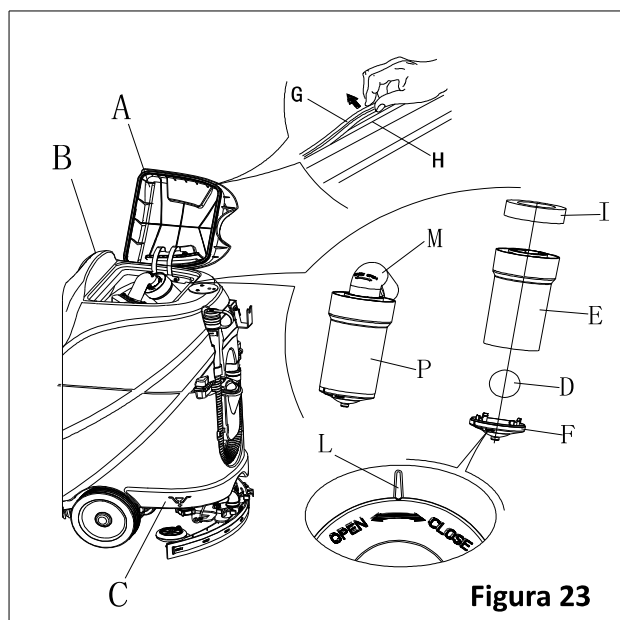

Figura 23
2. Asegúrese que la máquina está apagada y la llave de ignición (40) ha sido retirada.
3. Gire la tapa del tanque de recuperación (A, Figura 23) a la posición de 90 grados, donde se puede despegar del tanque, y luego desmonte el filtro de flotador de bola (P) del tanque.
4. Limpie la tapa del tanque de recuperación (A), tanque de recuperación (B), el tanque de agua limpia (C) y el marco de soporte de filtro del flotador (E). Vacíe el tanque de recuperación usando la manguera de vaciado (15).
5. Si es necesario, siga los símbolos "ABIERTO" y "CERRADO", como se muestra en la Figura 23 para abrir la tapa inferior (F) del filtro del flotador de bola y luego limpiar la bola del flotador (D), el marco de soporte del filtro (E) y la esponja de filtro (I). Después de la limpieza, fijar la bola del flotador (D) en el marco de soporte del filtro (E) y luego alinee la ranura de marca (L) de la tapa inferior (F) del filtro del flotador con la ranura de marca (L) del marco de soporte del filtro del flotador (E). Enrosque la tapa inferior del filtro flotador de bola apretándola bien, y fijar la esponja del filtro (I) en el marco de soporte del filtro del flotador (E). Por último, conecte la manguera de aspiración de agua sucia (M).
**i** La tira de sellado del tanque (G) sirve para producir el vacío dentro del tanque cuando funciona el motor de aspiración. El tanque debe ser sellado para poder absorber eficazmente el agua del suelo hasta el depósito de recuperación.
7. Compruebe si la superficie de contacto de la tira de sellado (G) de sellado es íntegra y el sellado es suficiente. Si es necesario, saque la tira de sellado del tanque a través de la ranura (H) y reemplácela. Aplique una nueva tira de sellado como se muestra en la Figura 23, la junta debe estar de vuelta en la zona media.
8. Cierre la tapa del tanque de recuperación (A).